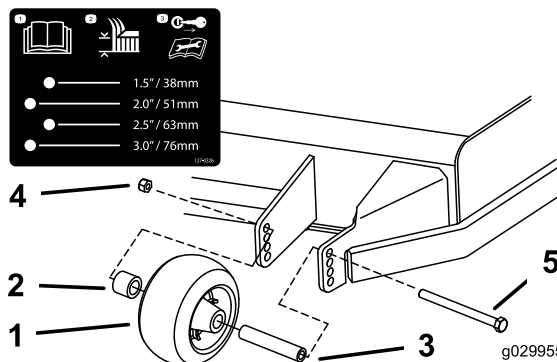
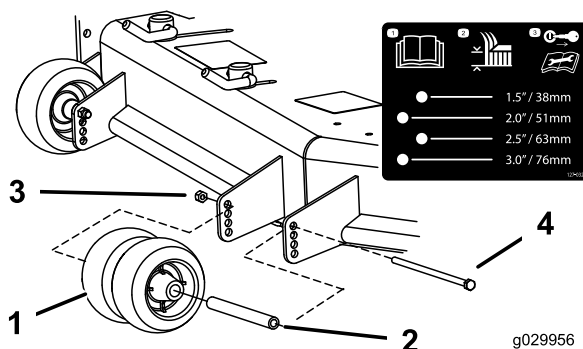
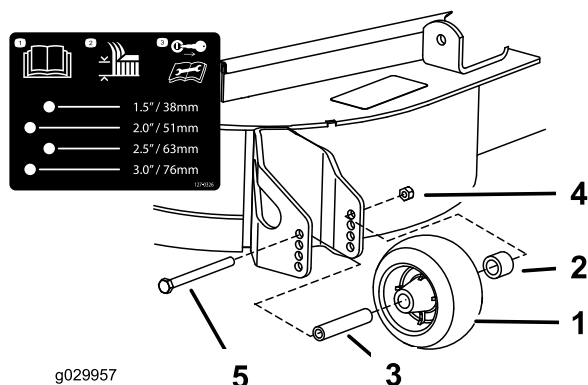

Рисунок 31
Рисунок 32
Рисунок 33
3. Отрегулируйте защитные валики, как показано на Рисунок 31, Рисунок 32 и Рисунок 33.